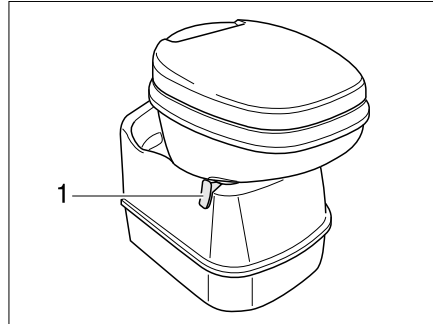

Bild 152 Thetford-Toilettenschüssel, schwenkbar
- Vor dem Spülen den Schieber der Thetford-Toilette öffnen. Dazu den Schieberhebel (Bild 152,1) entgegen dem Uhrzeigersinn schieben.
- Den Schieberhebel (Bild 152,1) im Uhrzeigersinn drehen. Der Schieber wird geschlossen. Zum Entleeren **muss** in der Thetford-Toilette der Schieber geschlossen sein.